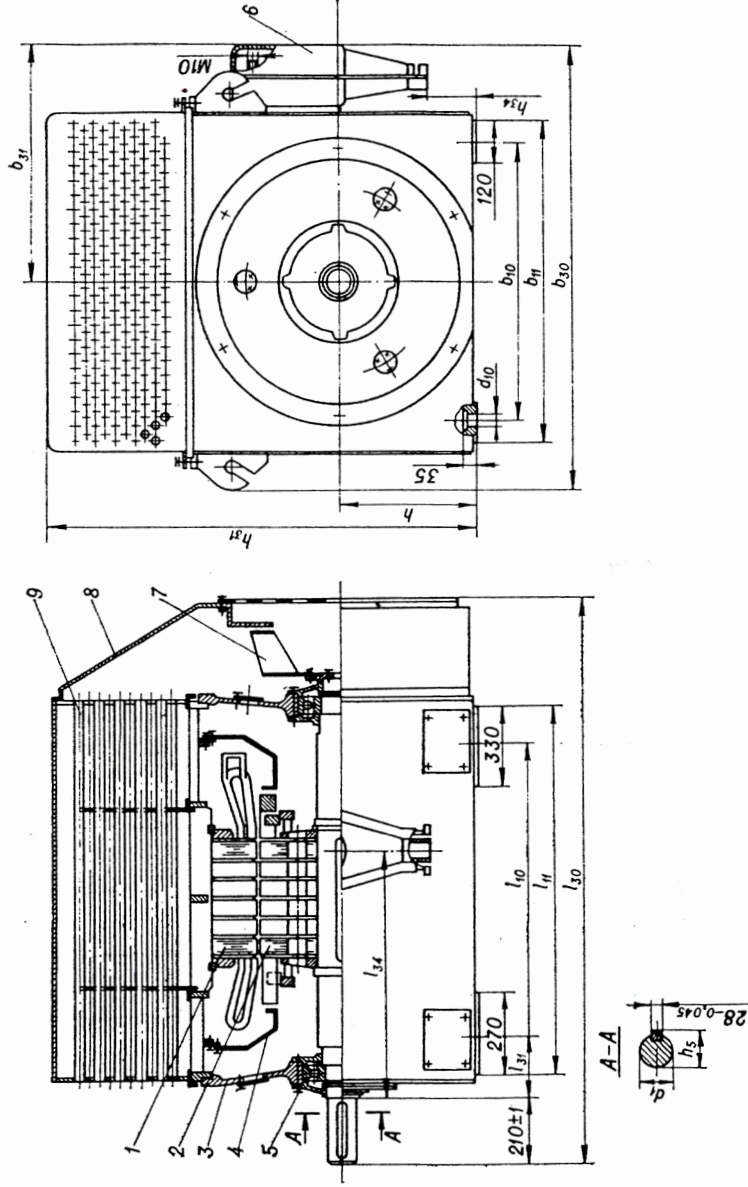

Рис. 3. Асинхронные электродвигатели типа ДАЗО4
1.4.9. Воздухоохладитель 9 двигателей типа ДАЗО4 (см. рис. 3) — сосредоточенный, сварной, состоит из боковых стоек, обшивки, внутренних перегородок и трубок.